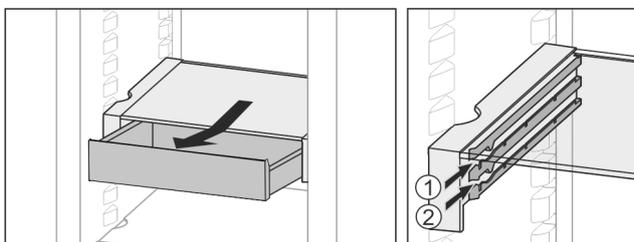

Fig. 25
- Inserire all'altezza desiderata Fig. 25 (1) o Fig. 25 (2).